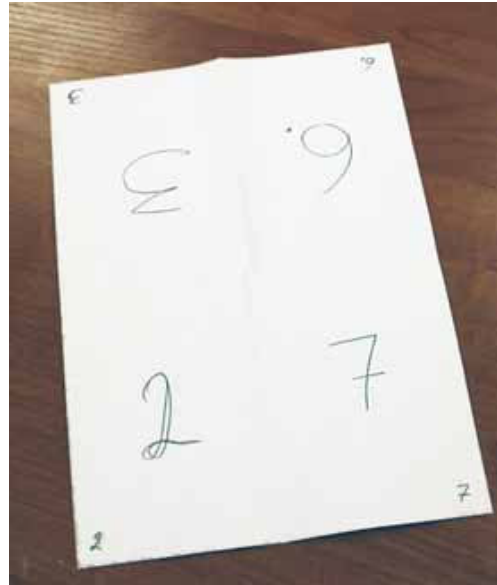

Рис. 16
- теперь переворачиваем наш макет так, чтобы страница 2 оказалась слева внизу (рис. 16), и снова вводим соответствующие номера страниц: «3* 6* 2